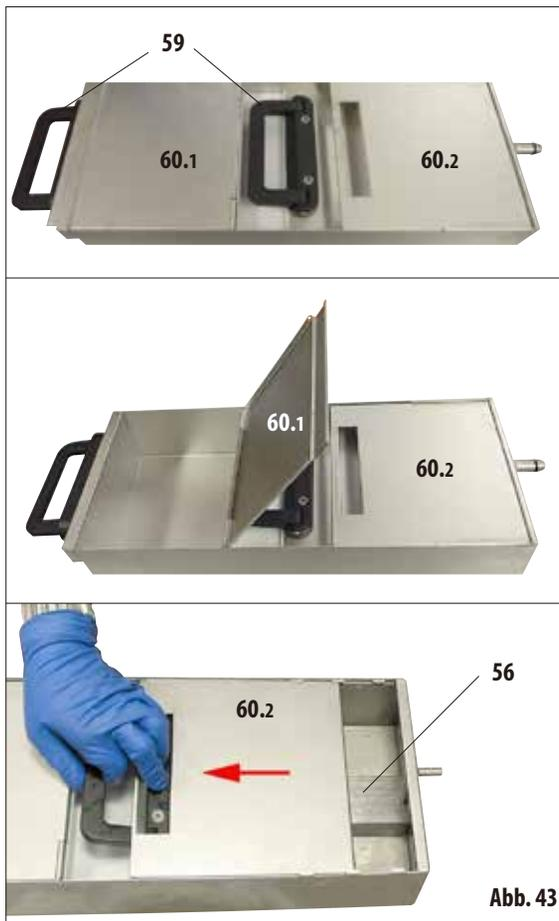

Abb. 43
- Alle Paraffinbäder besitzen zwei Griffe (59) zum Herausziehen und Tragen. Zwei bewegliche Abdeckungen (60.1 und 60.2) sorgen für eine bessere Wärmedämmung und verhindern, dass beim Herausziehen flüssiges Paraffin herausschwappt (Abb. 43).
- Die beim Herausziehen vordere (im Bild links) Abdeckung (60.1) kann nach oben geklappt werden (Abb. 43, mitte), um das Befüllen und Reinigen zu erleichtern.
- Die andere (im Bild rechts) Abdeckung (60.2) kann verschoben und zum Reinigen auch abgenommen werden (Abb. 43, unten).
- In jedem Paraffinbad gibt es ein Sieb (56) (wie in der Paraffinstation) zum Schutz der Paraffinleitungen vor Verunreinigungen.